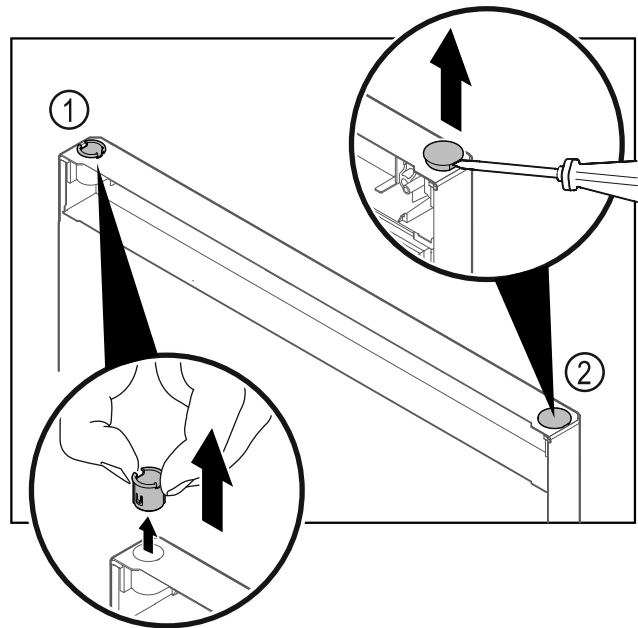

Fig. 29
- ▶ Dra ut gångjärnsbussningen Fig. 29 (1) med fingrarna.
- ▶ Lyft försiktigt upp täckpluggen Fig. 29 (2) med en spårskruvmejsel och dra ut den.